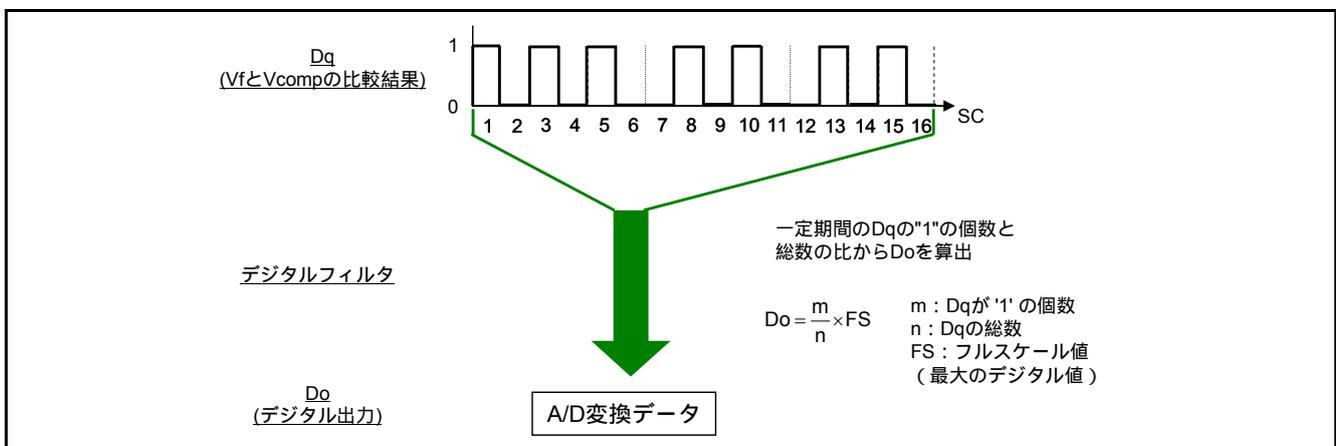

図 1.6 デジタルフィルタの処理
図 1.6にデシメーションフィルタの処理を示します。デシメーションフィルタはサンプリング周波数の 1 サイクル期間内にオーバーサンプリングで得た n 個の D_q について演算を行います。この演算は、1 ビット \times n 個のデータストリームを平均化し、さらに A/D コンバータの最大デジタル値 (FS) を乗じることで A/D 変換結果 D_o を決定します。デシメーションフィルタはこの結果をサンプリング周期で出力します。